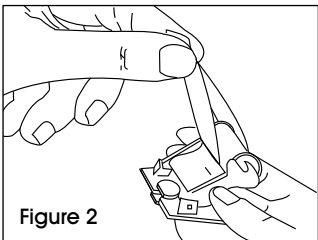

Figure 2
2. Insérez le papier dorsal plié entre le rouleau encreur et le transporteur. Tirez pour libérer l'ancien rouleau encreur. (Voir Figure 2)